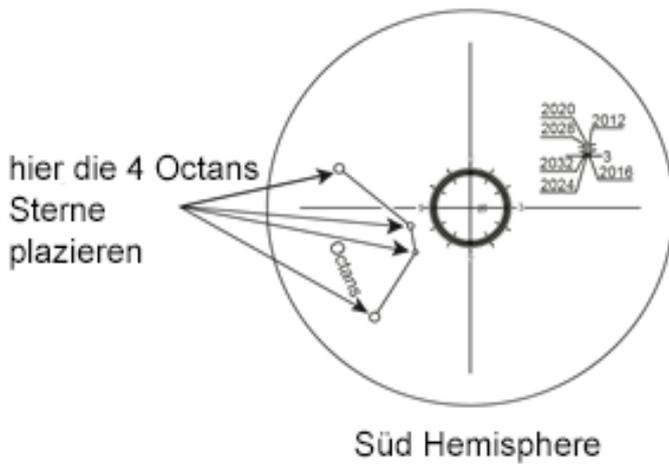

Abb. 3.2a
Sobald die Montierung eingeschaltet ist und der Polsucher leuchtet, sollte das Muster in der obigen Abbildung (Abb. 3.2a) im Sichtfeld des Polsuchers sichtbar sein. Wenn das Bild verschwommen erscheint, drehen Sie den Rändelring des Okulars des Polsuchers zum Fokussieren.
**2. Zur Beobachtung in der südlichen Hemisphäre:** Im FOV des Polsuchers die 4 schwache Sterne (Around Magnitude 5 bis 6) lokalisieren, die das Muster wie die "Octans" -Zeichnung im polaren Bereich bilden (siehe Abb. 3.2a). Lösen Sie die R.A. Kupplung und drehen Sie den R.A. Achse, um die Ausrichtung der Zeichnung "Octans" auf die 4 Sterne auszurichten. Verwenden Sie dann die Höheneinstellschrauben und die Azimuteinstellungsknöpfe, um die 4 Sterne zu den 4 kleinen Kreisen der "Octans" -Zeichnung zu bewegen.
Da Polaris nicht genau am nördlichen Himmelpol liegt, muss das berücksichtigt werden. Der große Kreis in der Mitte des Musters in Abb. 3.2a ist eine Darstellung der Umlaufbahn der Polaris um den Nordhimmelpol. Bei der Polarausrichtung ist es notwendig, die Ausrichtung des Polarsterns auf dem Kreis vorzunehmen. Wir können die folgenden zwei Methoden verwenden, um die Orientierung zu erhalten:
2. Am Ende der Initialisierung der SynScan-Handsteuerung zeigt die SynScan-Handsteuerung nach Eingabe der richtigen lokalen Längen-, Breiten-, Datums-, Zeit- und Sommerzeit die folgende Meldung an: "Polaris Position in P.Scope = HH: MM ". Stellen Sie sich den größeren Kreis in Abb. 3.2a als Zifferblatt mit 12 Uhr oben vor, wobei die aktuelle Zeit auf "HH: MM" zeigt. Die Orientierung des Stundenzeigers der Uhr stellt die Ausrichtung der Polaris im polaren Bereich dar. Setzen Sie den Polaris auf dem großen Kreis in die gleiche Richtung. Die Polaris-Position ändert sich auch im Laufe der Zeit. Das Fadenkreuz in Abb. 3.2a zeigt 3 Kreise, um die Umlaufbahn der Polaris im Jahr 2012, 2020 und 2028 darzustellen. Es gibt auch Sub-Zifferblätter für 0, 3, 6 und 9 Uhr für das Jahr 2016, 2024 und 2032. Eine Gravur, die mit den obigen Jahren beschriftet ist, wird auch auf der rechten Seite des FOV für Notizzwecke angezeigt. Bei der Polarausrichtung in der nördlichen Hemisphäre sollte der Benutzer Polaris auf den richtigen Kreis setzen, der dem aktuellen Jahr entspricht, um eine bessere Ausrichtungspräzision zu erreichen.